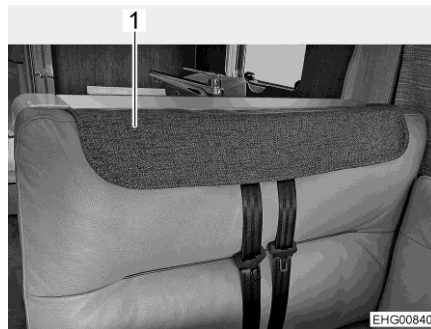

Fig. 60 Rivestimento delle cinture di sicurezza montato
Quando il veicolo è allestito, i poggiatesta possono essere rimossi dal cuscino dello schienale dei sedili per consentire una seduta più confortevole. Le aperture per i poggiatesta e per le cinture di sicurezza possono essere coperte con l'apposito rivestimento delle cinture di sicurezza (Fig. 60,1).
- Applicare il rivestimento delle cinture di sicurezza sull'apertura per le cinture di sicurezza (Fig. 60).